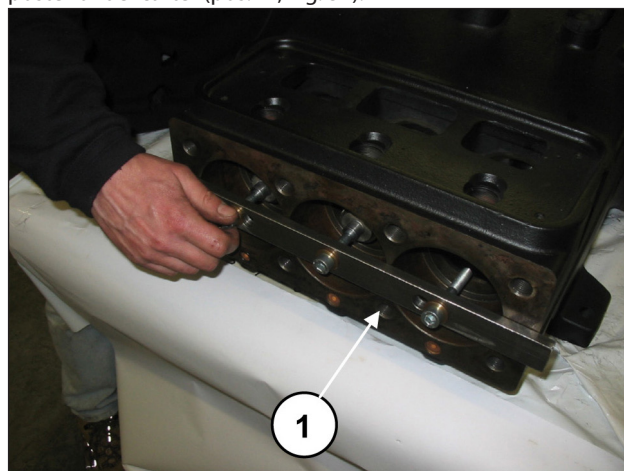
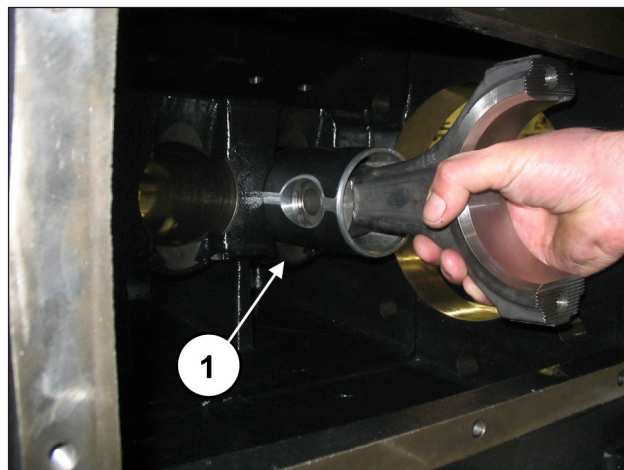

Fig. 31
Fig. 32
En aquellos casos en los que sea necesario sustituir una o más bielas, o guías del pistón, actuar del siguiente modo: Aflojar los tornillos de la herramienta cód. 27566200 para desbloquear las bielas (pos. ①, Fig. 31) y, a continuación, extraer los grupos biela-guía del pistón por la abertura posterior del cárter (pos. ①, Fig. 32).
Comprobar que el cárter esté limpio e introducir el grupo semibiela-guía pistón dentro de las levas del cárter (pos. ①, Fig. 32).
Bloquear los tres grupos con la herramienta cód. 27566200, (pos. ①, Fig. 31).
Desmontar la herramienta que bloquea las bielas cód. 27566200, (pos. ①, Fig. 31).